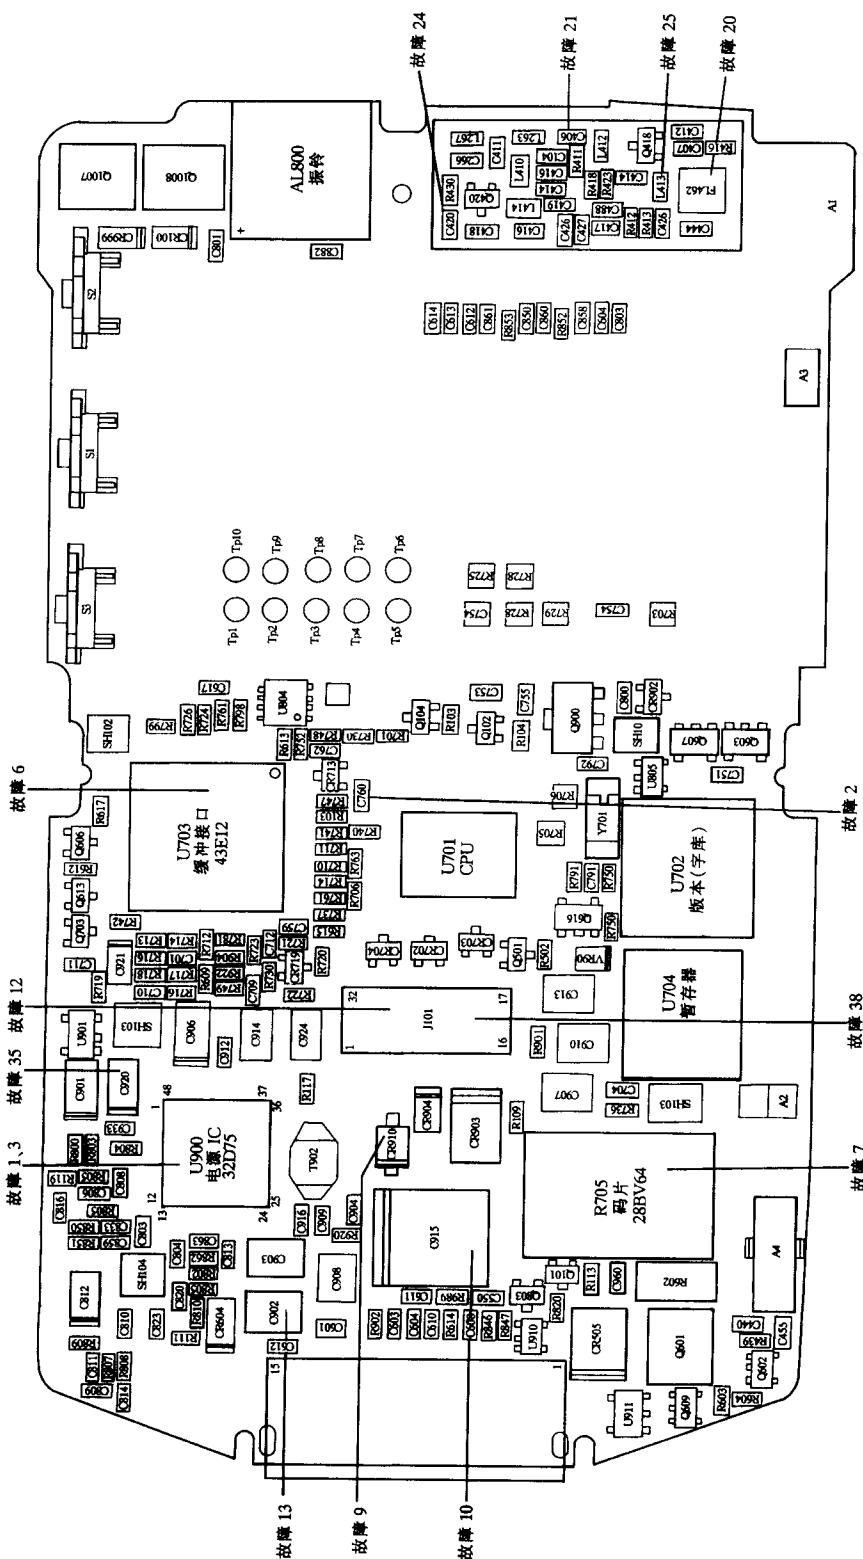

图 1-1-3 338 整机元件分布图(A)
处理:对 U900⑩点焊(加焊)。U900 在 338 整机元件分布图 1-1-3(A)中。
处理:更换 C760,见图 1-1-3 338 整机元件分布图(A)。
处理:更换 U900,见图 1-1-3 338 整机元件分布图(A)。
处理:点焊 U703⑦引脚,并清洗它,见图 1-1-3 338 整机元件分布图(A)。
处理:更换工作电压 2.75V 的码片,故障排除,见图 1-1-3 338 整机元件分布图(A)。
处理:更换 CR910,见图 1-1-3 338 整机元件分布图(A)。
处理：更换 C915，见图 1-1-3 338 整机元件分布图(A)。
处理：清洗 J101 见图 1-1-3 338 整机元件分布图(A)。
处理:更换 C902,见图 1-1-3 338 整机元件分布图(A)。